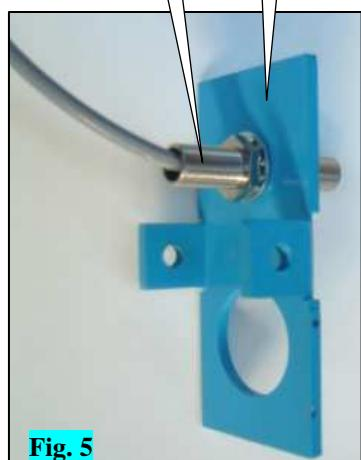
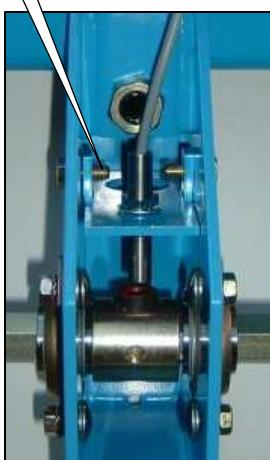

Fig. 5
Fig. 6
- **Sur NC et NG+, positionner le capteur C sur la tôle G (fig. 5). Monter la tôle G dans la boîte à capteur à l'aide des deux vis H (fig. 6).**
- **On NC and NG+ seeders, position sensor C on metal plate G (fig. 5). Mount metal plate G in the sensor unit using the two screws H (fig. 6).**
Bei NC- und NG+-Sämaschinen: Positionieren Sie den Sensor C auf dem Blech G (Abb. 5). Montieren Sie mit Hilfe der beiden Schrauben H (Abb. 6) das Blech G in das Sensorgehäuse.